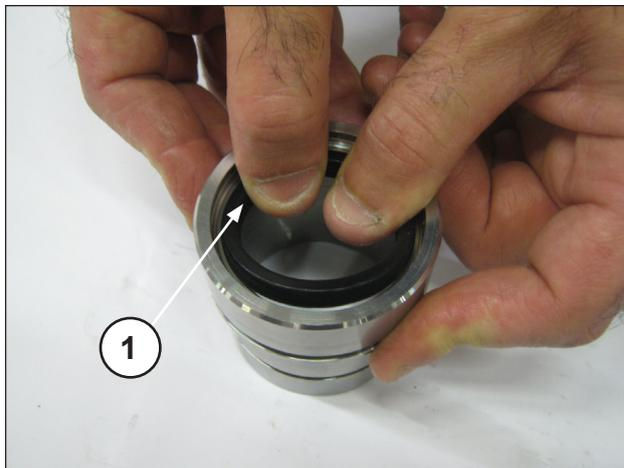

Рис. 35
Вставьте уплотнение низкого давления в опору сальниковой набивки (поз. ①, Рис. 35) так, чтобы уплотнительная кромка была направлена вперед (к торцу). Затем вставьте уплотнительное кольцо, стопорное кольцо (поз. ①②, Рис. 36) и уплотнительное кольцо O-ring (поз. ①, Рис. 37).